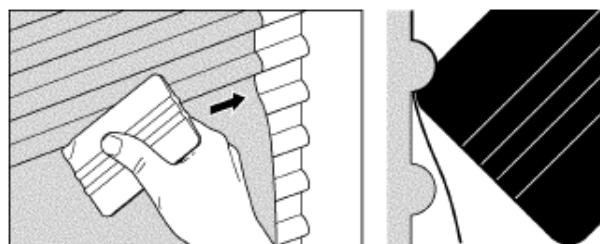

Рис. 13. Наклеивание нижнего изгиба
- б. Углом ракеля сильно прижать пленку к нижнему изгибу гофра, поскольку силы давления одного только пальца недостаточно, чтобы надежно прижать пленку к поверхности. См. Рис. 13.